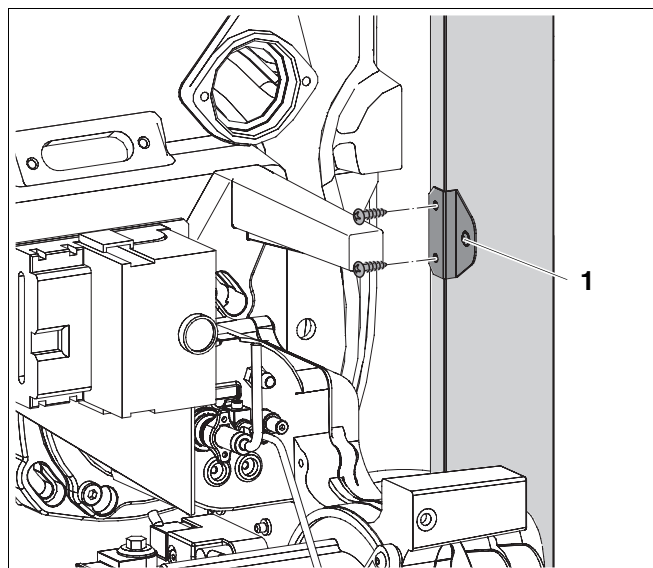

Рис. 44 Установка уголка на боковых стенках
- Установить уголок для крепления кожуха горелки на боковой стенке слева и справа (→ рис. 44).